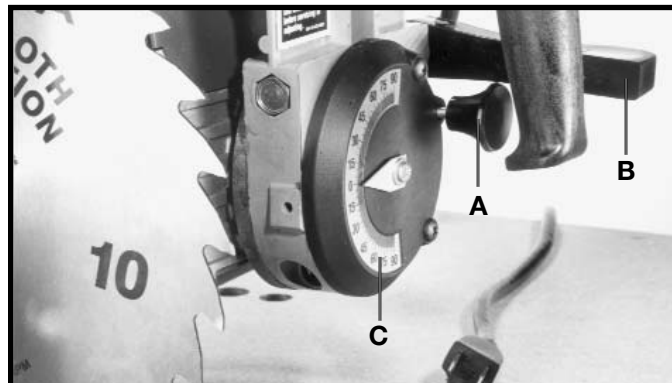

Fig. 72
La perilla de índice de biselado (A) Fig. 72 proporciona un tope positivo cuando la sierra se coloca en las posiciones de cero, 45 y 90 grados a la izquierda, y 90 grados a la derecha en la escala de biselado (C). Para cambiar el ángulo de la hoja de la sierra, afloje la agarradera de abrazadera de biselado (B), tire de la perilla de índice de biselado (A) e incline la hoja de la sierra y el motor. Para las posiciones de cero, 45 y 90 grados a la izquierda y de 90 grados a la derecha, suelte la perilla de índice de biselado (A) y la hoja de la sierra hará índice en cada una de estas posiciones. Apriete entonces la agarradera de abrazadera de biselado (B). Para los ángulos de sierra entre los topes positivos, fije la hoja al ángulo deseado en la escala de biselado (C) y apriete la agarradera de abrazadera de biselado (B) Fig. 72.